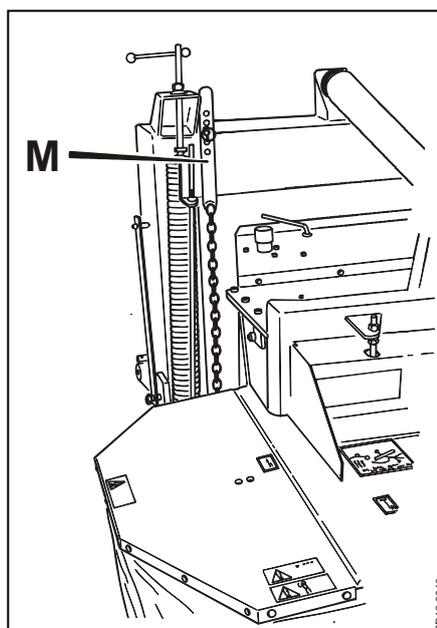

Abb. 3-9
- Abb. 3-9** 5) Die **Sicherungsketten, M**, mit ca. $1\frac{1}{2}$ Kettengliedern Freigang nach unten einstellen.